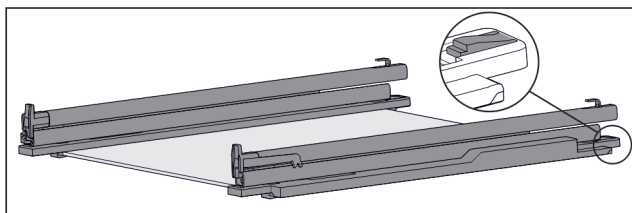

Fig. 222 Skleněná deska s kolejničkami a přídržnými díly
- ▶ Přídržný díl vzadu stlačte dolů (viz Fig. 222) a současně zasuňte kolejničku dozadu.